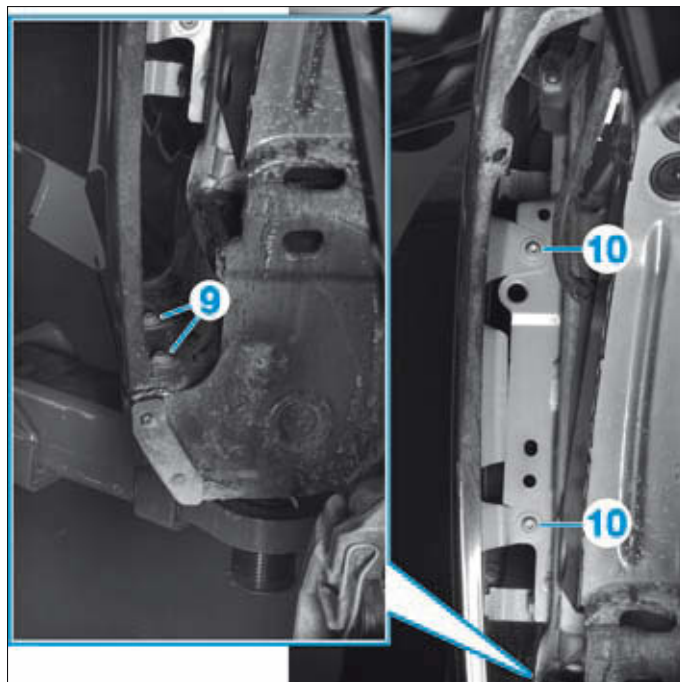

FIG. 96
- les vis (9) et (10) (Fig.96).